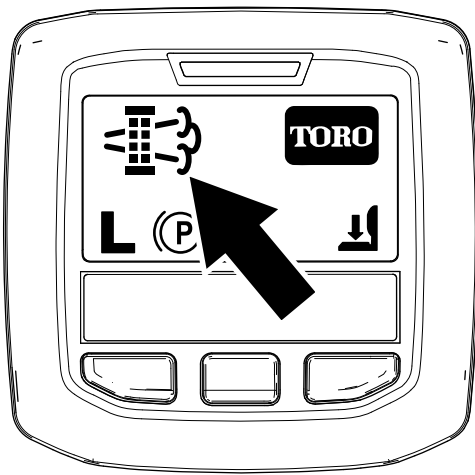

図 34
- 駐車再生やリカバリ再生が必要になると、インフォセンタに再生要求アイコン 図 34 が表示されます。